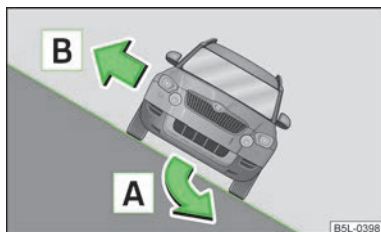

Fig. 137
Dacă autovehiculul tinde să se răstoarne, direcționați-l imediat în direcția de cădere **A** » fig. 137 și accelerați puțin.
Dacă autovehiculul se oprește în poziție oblică într-o pantă foarte abruptă și este necesară coborârea tuturor pasagerilor, acest lucru trebuie să se facă pe ușile din partea de sus a pantei **B** » fig. 137.
- Înainte de a urca oblic o pantă **A** » fig. 137, țineți cont de faptul că trebuie să manevrați pe linia de cădere. Dacă autovehiculul urcă oblic o pantă și tinde să se răstoarne, manevrați imediat autovehiculul în sensul de coborâre pe linia de cădere și accelerați ușor.
- Dacă autovehiculul se află într-o poziție puternic oblică pe o pantă, nu coborâți pe ușile aflate în sensul coborârii pantei. Părăsiți autovehiculul întotdeauna, cu atenție, pe partea orientată spre urcarea pantei **B** » fig. 137.